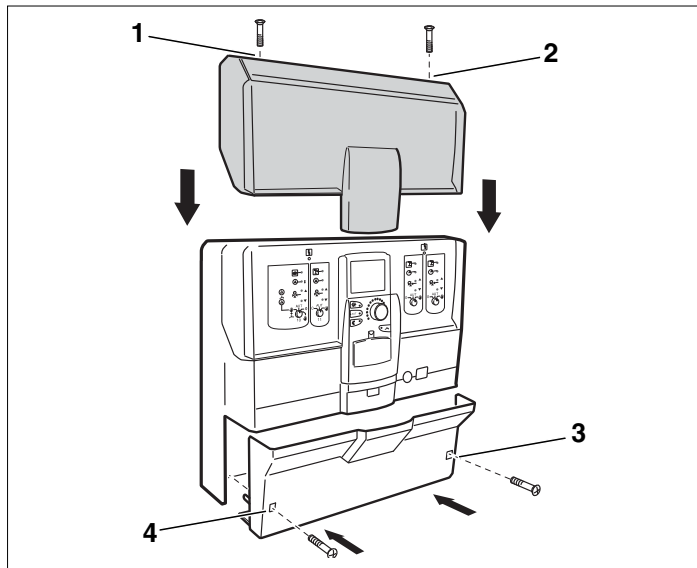

Рис. 10 Установка крышки корпуса и нижней крышки
- Закрутите два винта на верхней крышке корпуса (Рис. 10, **поз. 1 и 2**).
- Закрутите два винта нижней крышки (Рис. 10, **поз. 3 и 4**).